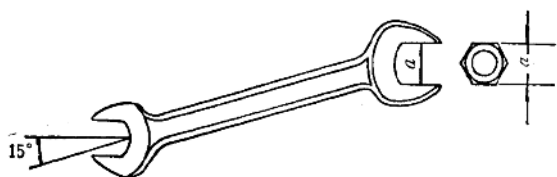

图 1-2 钳口相对扳手柄的斜角是 15°
2. 扳手的钳口与手柄之间有 15° 的夹角，在狭窄的地方使用时要颠倒过来，如图1-2所示。